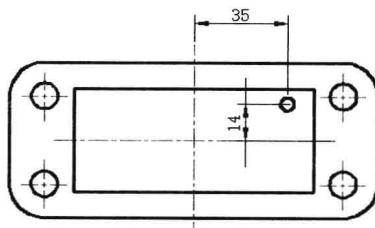

图 11-1-12
(13) 在“修改”面板中，单击“移动”按钮 \triangleleft ，单击点划线交点位置的圆，按Enter键，单击一点确定基点的位置，输入移动距离源对象的相对直角坐标为“@35, 14”，按Enter键，移动位置如图11-1-12所示。